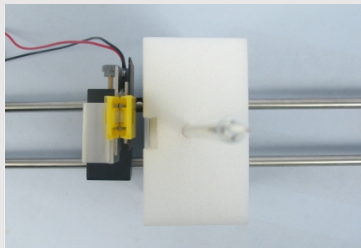

Рисунок 19
9. Знову ж таки, переконайтеся, що площа контакту кінчика чорної пластини зі стінкою пінопласту є якомога більшою (рис. 19).